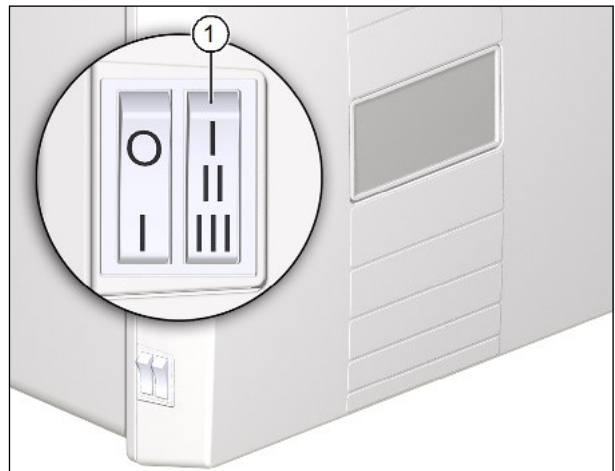

Abb. 17: Filterwechselanzeige zurücksetzen
- ▶ Wählen Sie innerhalb von drei Sekunden am Stufenschalter (Pos. 1 in Abb. 17) nacheinander die Lüftungsstufen **I-II-III-II-I**. Das Lüftungsgerät piept zur Bestätigung.
- ▶ Wählen Sie, während das Gerät piept, erneut innerhalb von drei Sekunden am Stufenschalter (Pos. 1 in Abb. 17) nacheinander die Lüftungsstufen **I-II-III-II-I**. Das Lüftungsgerät piept dreimal zur Bestätigung. Die Filterüberwachung wird neu gestartet.